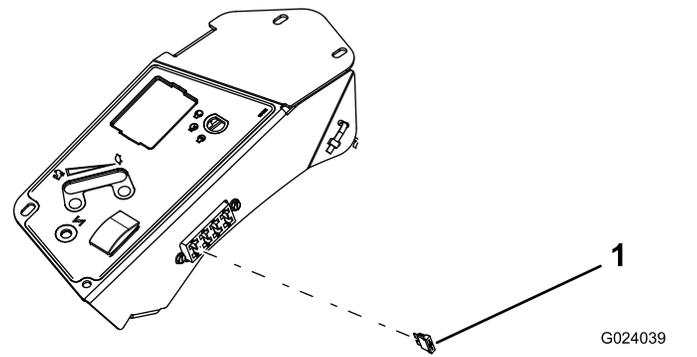

Figura 9
24. Introduzca el fusible en la ranura abierta del bloque de fusibles (Figura 9).